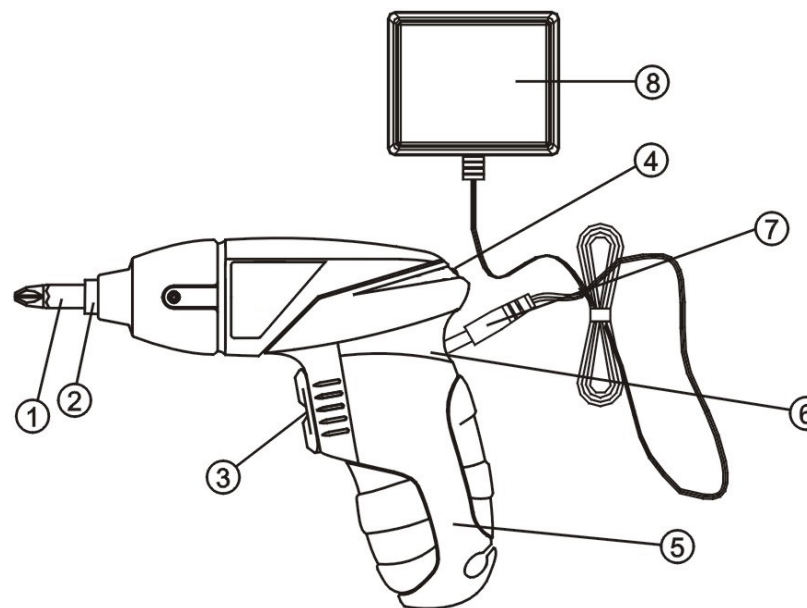

Abbildung 1
1. Stecker (7) des Ladegeräts in die DC-Buchse (6) auf der Rückseite des **Akku-Schraubers** einführen (siehe Abbildung 1).
2. **Stecker-Ladegerät** (8) an eine **Steckdose** 230 V / 50 Hz anschließen.